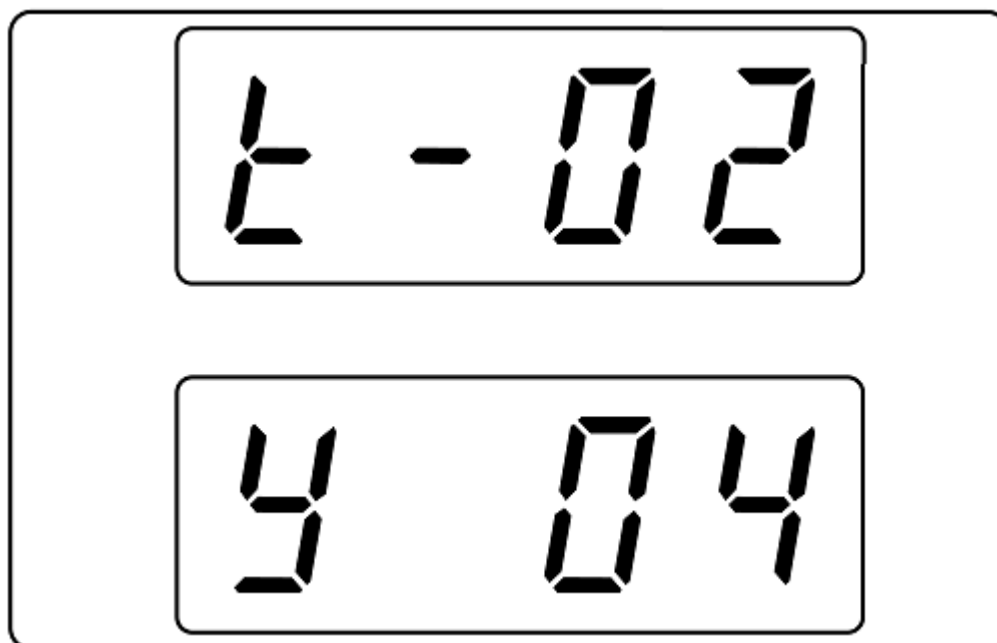

图 3-5-2
**操作步骤:** 将文件复制到内存后, 旋动 **Voltage** 旋钮选择到 1, 然后按下 **Voltage** 旋钮确认加载。例: 加载 4 号文件成功后, 会显示 (y04) 如图 3-5-2。